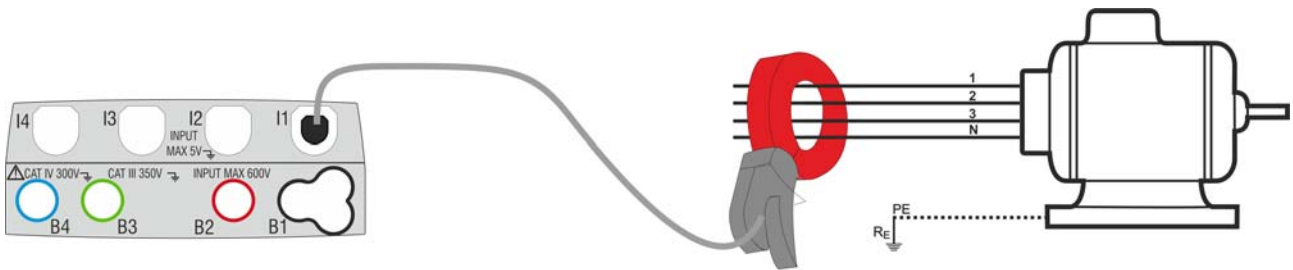

Fig. 25: Medida indirecta de la corriente de fuga en instalaciones trifásicas
5. Para medidas indirectas de la corriente de fuga conecte la pinza externa de acuerdo con la Fig. 25 . Para medidas directas de la corriente de fuga conecte la pinza de acuerdo con la Fig. 26 y desconecte las eventuales conexiones añadidas de tierra que podrían influenciar los resultados de la prueba